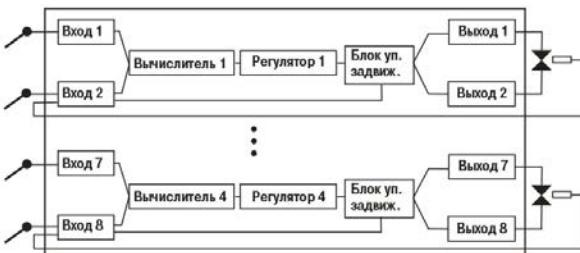

Рисунок 4.5 – Принципиальная схема модификации 3 прибора
Рис. 4.5. Использование 8-канального регулятора TPM148 2-ой модификации в системе сигнализации автоматизированного технологического процесса выпекания хлебо-булочных изделий
**Рисунок 4.5 – Использование 8-канального регулятора TPM148 2-ой модификации в системе сигнализации автоматизированного технологического процесса выпекания хлебо-булочных изделий**